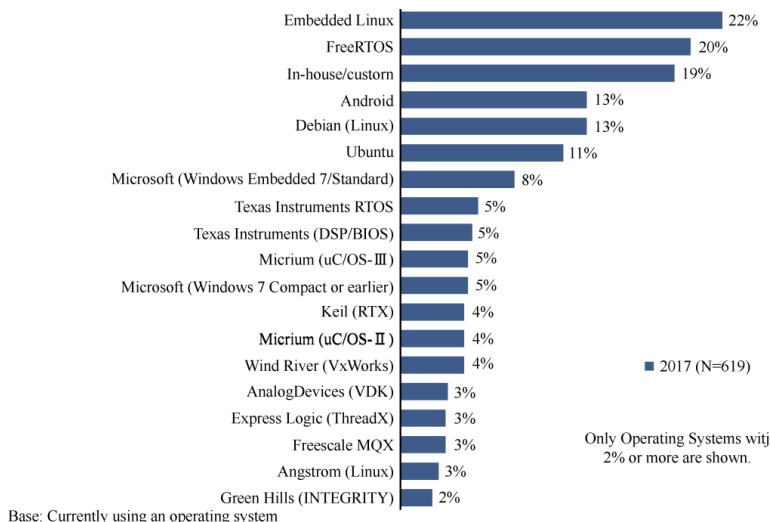

图 6-1 2017 年各种操作系统的使用数量统计图
- 市场使用率高。从 2011 年开始，FreeRTOS 市场使用率持续高速增长，根据 Eetimes 杂志市场报告显示，FreeRTOS 使用率名列前茅，如图 6-1 所示，2017 年 FreeRTOS 市场占有率为 20%，排名第二。